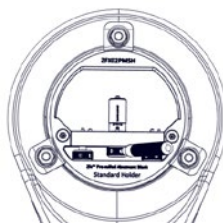

Figura 5.
- × Usando a chave de fixação, apertar os blanks para pilares pré-fresados nos parafusos azuis até que as peças em bruto assentem completamente (Figura 5).